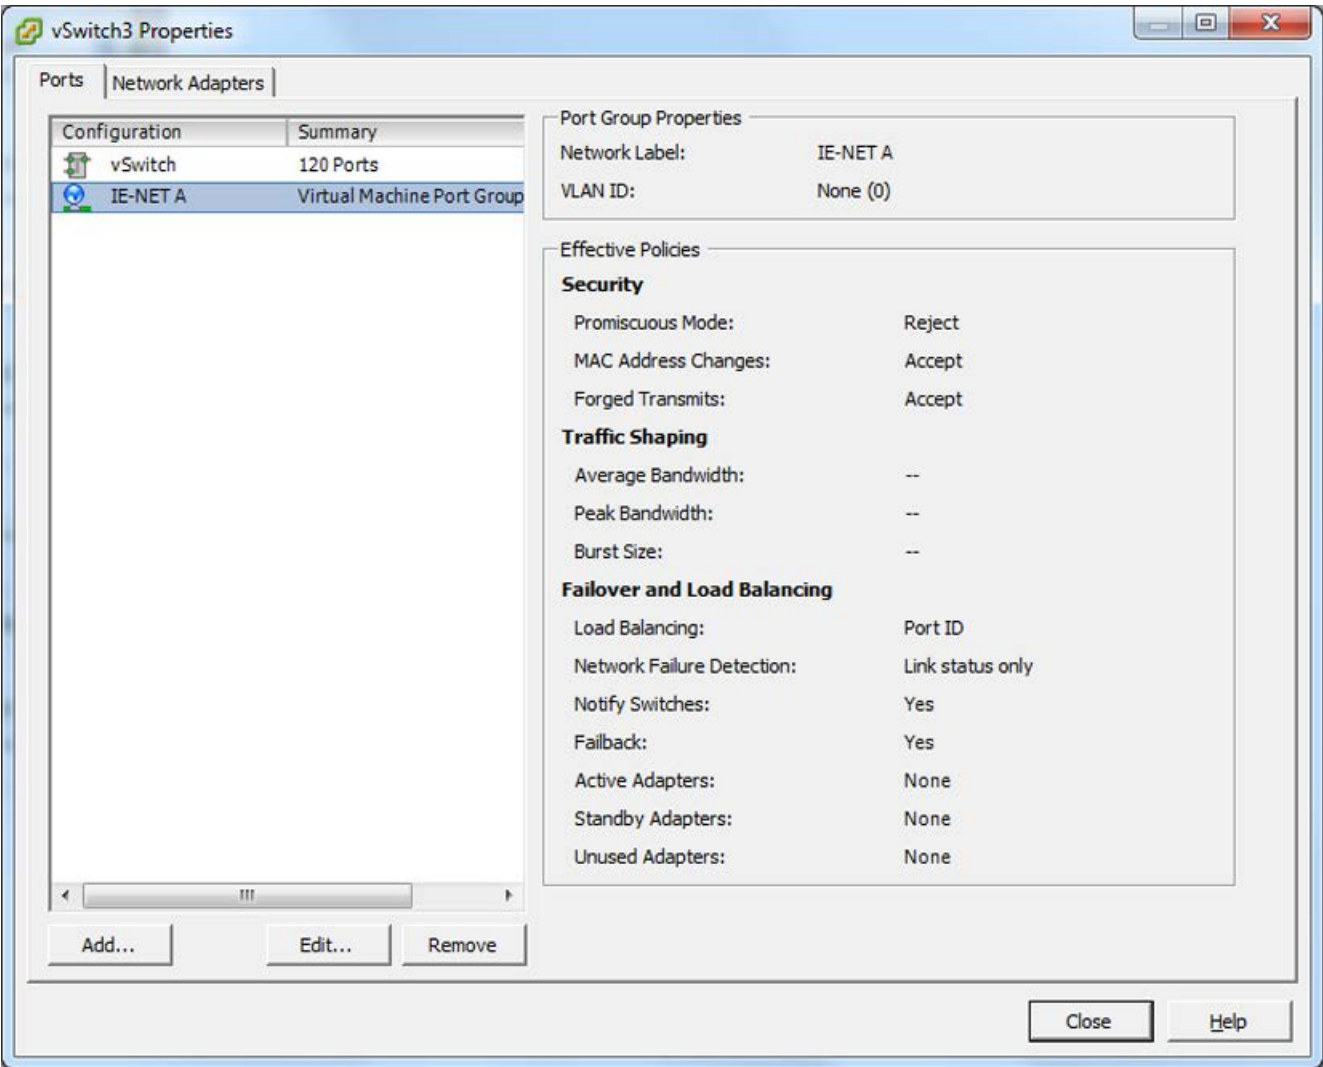

图 4-1 在 vSwitch 的属性中选择端口组
- 6. 在左侧的菜单中，选择所创建网络的端口组（在右侧列中可看到这些设置，参见图 4-1）。